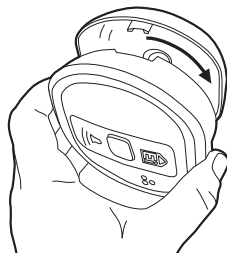

Abb.4
7. Warnmelder vorsichtig auf dem Sockel ausrichten, leicht andrücken und drehen (siehe Abbildung 4). Hierdurch werden die Batterien aktiviert. Die rote, gelbe und grüne LED blinken unmittelbar der Reihe nach auf, um zu signalisieren, dass sie funktionieren. Bei Modellen mit LCD-Anzeige leuchten die Symbole kurz auf dem Display auf.